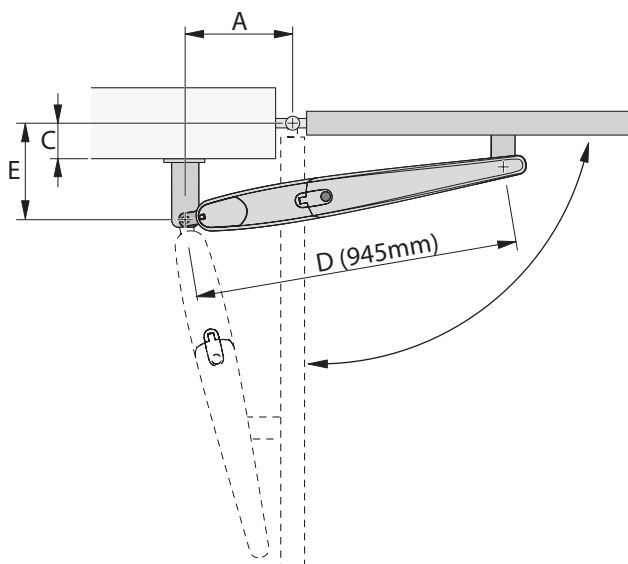

Fig. 2
**01.** Mesurez la valeur "E", puis tracez une ligne droite horizontale sur le graphique au niveau de la valeur mesurée. Choisissez un point de la ligne droite que vous venez de tracer, en considérant l'angle d'ouverture recherché adapté à la colonne. Tracez une ligne droite verticale en partant du point trouvé et calculez la valeur de A. Pour poursuivre l'installation vérifiez si la valeur de A permet de fixer l'étrier arrière et en cas contraire choisissez un autre point sur le graphique. Pour fixer l'étrier sur le vantail amenez alors le piston à la limite de la course (cf. Fig. 2).
01. L'étrier avant doit être fixé sur le vantail du portail en respectant la cote D (fig. 2).